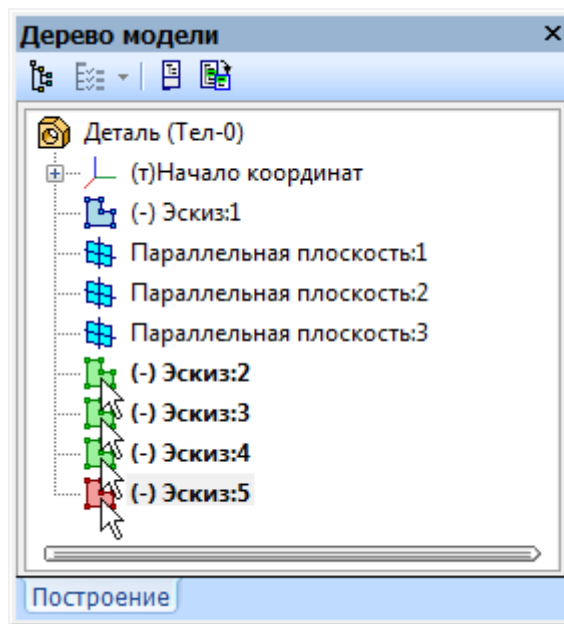

Рисунок 4.
- В Дереве модели последовательно укажите эскизы со второго по пятый (рис. 4).